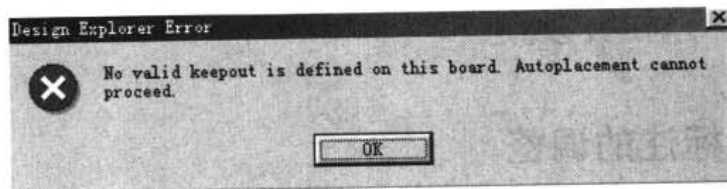

图 10-44 不能自动布局元件提示框
**注意：**在开始自动布局之前，应确认已经在禁止布线层上设定了电路板的电气边界。电气边界可在禁止布线层上的任一处设定。否则，在单击图 10-41 中的 OK 按钮后不能进行自动布局，并弹出如图 10-44 所示的错误提示框，说明因没有设定电气边界而不能进行自动布局元件。